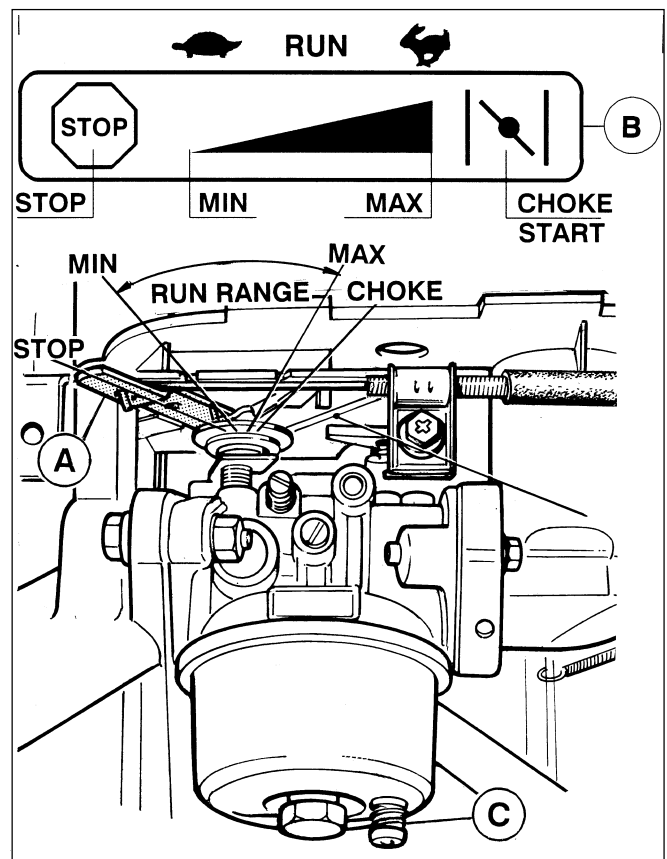

Fig. 2
- Amener le levier de commande du moteur (fig. 2) ou la commande à distance de la machine (fig. 2) en position CHOKE ou START.
NOTA - à chaud un moteur part généralement sans CHOKE. Amener le levier de commande sur le moteur (fig. 2) ou la commande à distance sur la machine (fig. 2) sur la position MAX et répéter les opérations B, C et D.